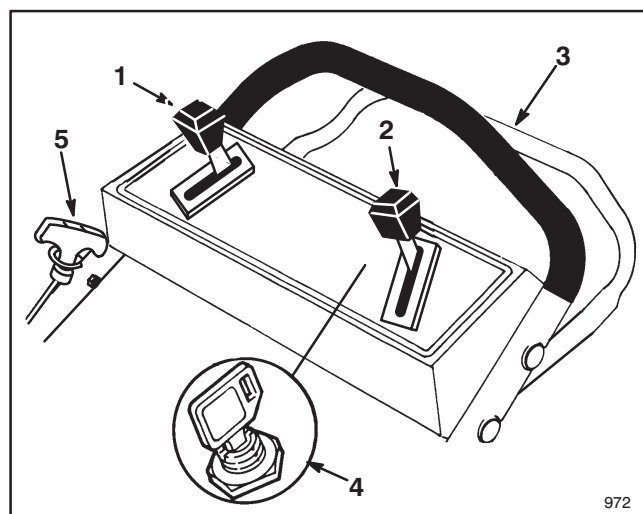

Figure 11
**COMMANDES**—La clé de contact (modèles à démarreur électrique), la commande des gaz, le sélecteur de vitesse d'avance, la barre de commande d'autotraction et la poignée du lanceur se trouvent en haut du mancheron (Fig. 11).
**3. DÉMARRAGE ÉLECTRIQUE**—Tourner la clé de contact sur  (DÉMARRAGE) et la relâcher lorsque le moteur commence à tourner. Une fois que le moteur tourne, retirer la commande des gaz de la position  (STARTER) et régler suivant les besoins. Si la charge de la batterie est insuffisante pour démarrer, utiliser le lanceur à corde (Fig. 11).